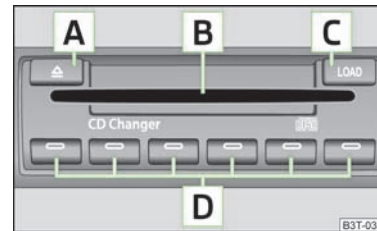

Abb. 133
- Die Taste [C] » Abb. 133 antippen und die CD (Compact Disk) in den CD-Schacht [B] einführen. Die CD wird automatisch auf die niedrigste freie Position im CD-Wechsler geladen. Die Kontrollleuchte in der entsprechenden Taste [D] hört auf zu blinken.